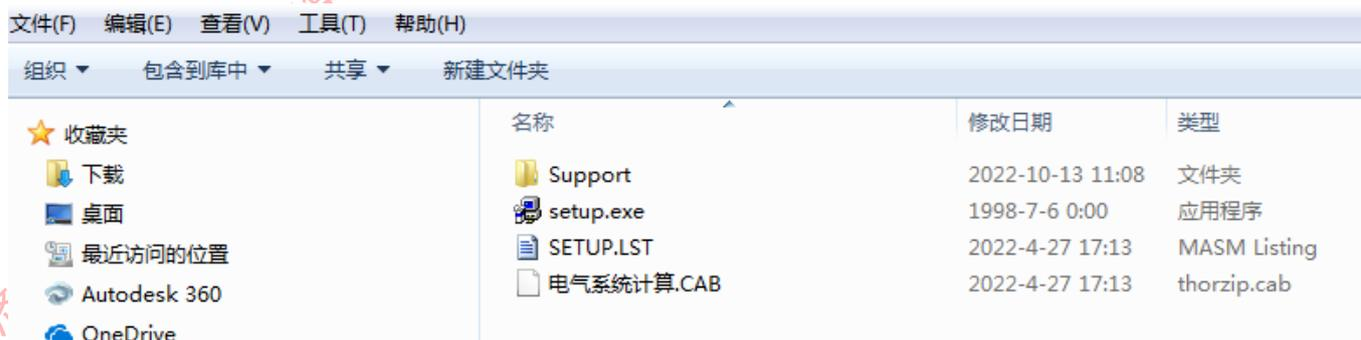
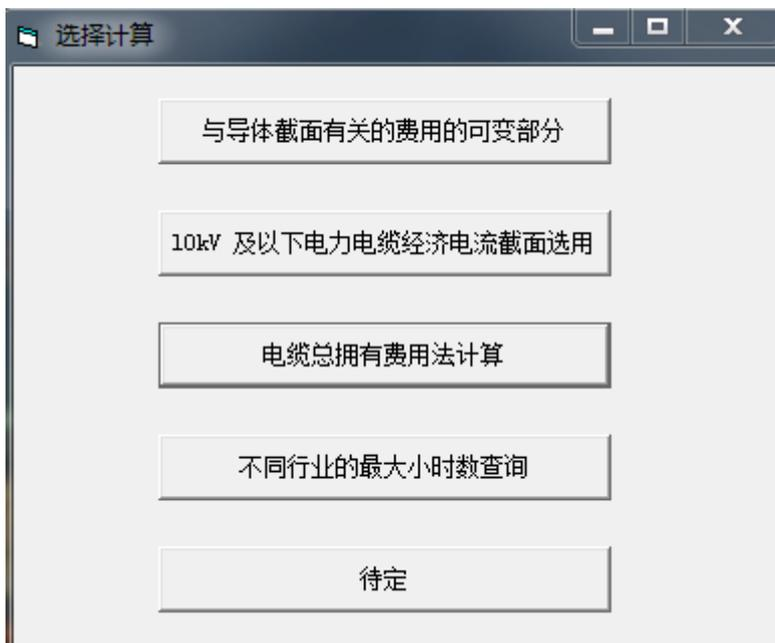
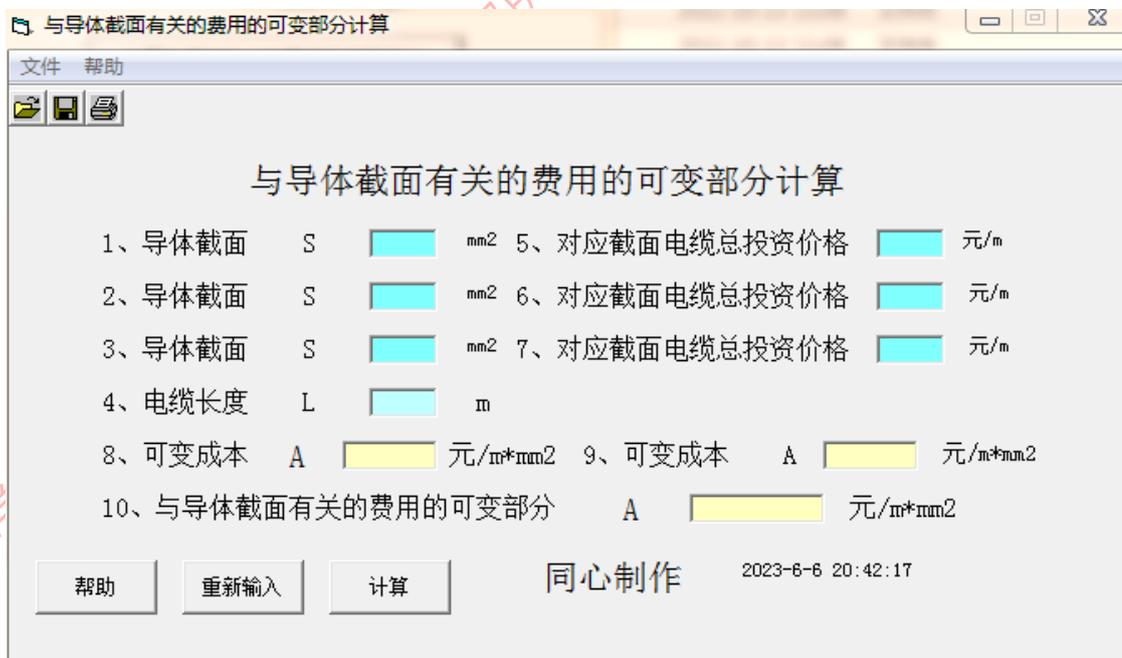

图 1 电缆经济电流密度计算 TOC 子目录
图 7 电缆经济电流密度计算选择窗口
图 8 与导体截面有关的费用的可变部分初始窗口
1.安装程序：运行电缆经济电流密度计算 TOC 子目录下“setup.exe”安装程序，图 1，图 2。点击安装选择按钮键，图 3。安装过程有问题的话点“忽略”。
1.运行子目录下“电气系统计算 TOC”应用程序，密码“dq1”，进入电缆经济电流密度计算 TOC 功能选择窗口。图 7。在此窗口下选择与导体截面有关费用可变部分计算。显示如下面图 8 界面。在此窗口下选择电缆经济电流密度计算方式。显示如下面图 1 界面。
系数、最大损耗小时数、导体温度、每回路的相线数目、供给电能损耗的额外供电容量成本、集肤效应邻近护套铠装系数、在相关电压水平上 1kWh 的成本、年最大负载损耗小时数 τ 等基础数据，如图 7 计算出与导体截面有关的费用的可变部分、导体的经济电流密度。